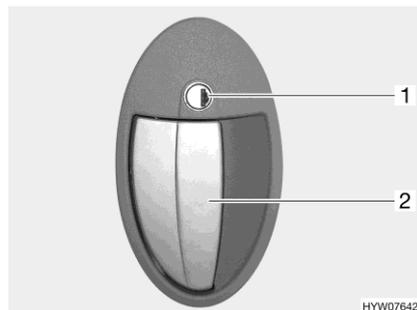

Fig. 36 Serrure de porte (porte cellule, extérieur)
- Insérer la clé dans le barillet (Fig. 36,1) et la tourner dans le sens des aiguilles d'une montre jusqu'à ce que la serrure de la porte soit déverrouillée.
- Tirer sur la poignée de la porte (Fig. 36,2). La porte est ouverte.
- Insérer la clé dans le barillet (Fig. 36,1) et la tourner dans le sens inverse des aiguilles d'une montre jusqu'à ce que la serrure de la porte soit verrouillée.